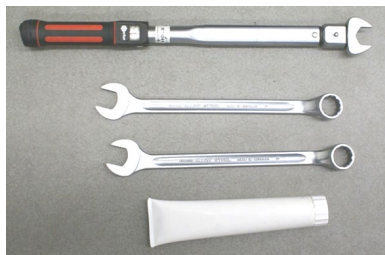

Figura 1
- Utensili e accessori necessari: si veda figura 1.
Dalla (Figura 1) del rivestimento fino all'estremità liscia si ottiene la misura di accorciamento della curva d'ingresso. (Figura 1) Se si rispettano le misure predefinite, il punto di rottura teorico si trova 6 cm sopra il livello del terreno.